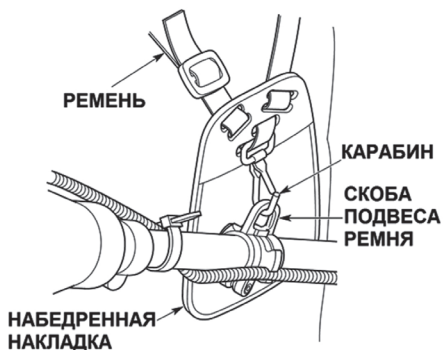

Рис. 7 Регулировка подвешенного ремня
- Подвесьте триммер за карабин, закрепив его на скобе подвеса ремня (Рис. 7).